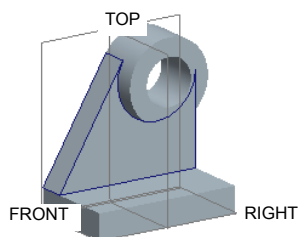
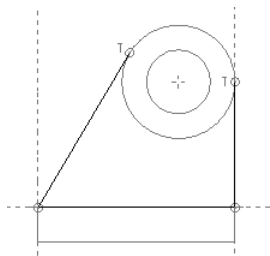

图 3.26.5 拉伸特征 3
图 3.26.6 截面草图
Step4. 创建图 3.26.5 所示的拉伸特征 3。在操控板中单击 按钮；选取 FRONT 基准平面为草绘平面，RIGHT 基准平面为参考平面，方向为 ；单击 按钮，绘制图 3.26.6 所示的截面草图；选取深度类型 ，输入深度值 15.0。